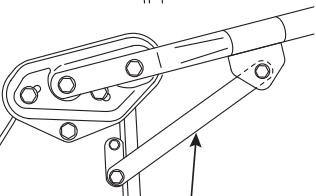

Fig. 4
3. Enlevez les boulons du logement et fixez temporairement la barre sans la serrer. (Voir Figs. 4)